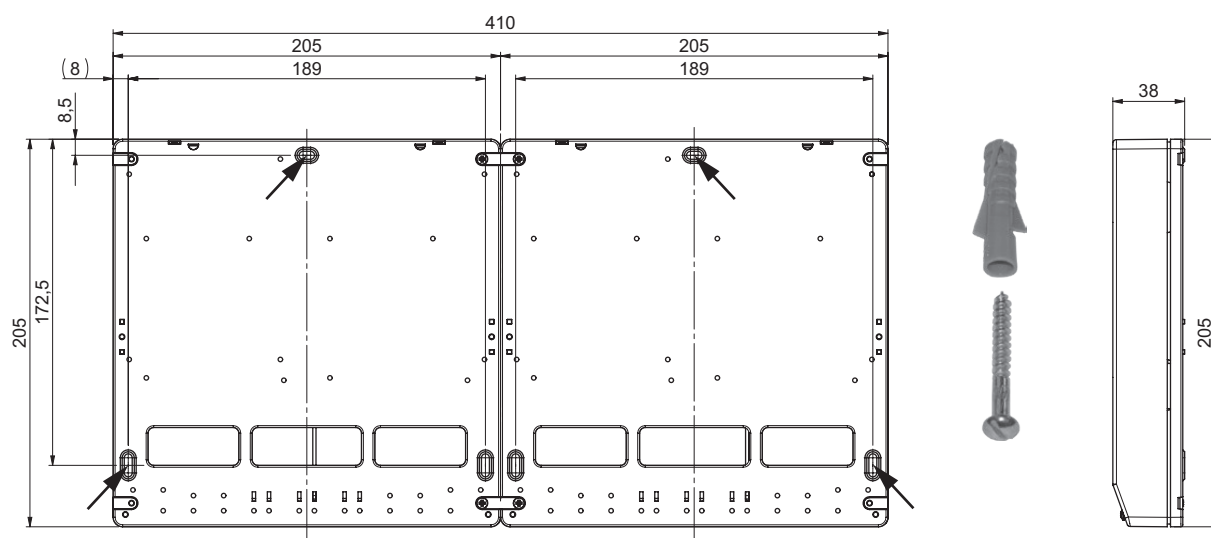

Fig. 60 Croquis coté - vue de l'arrière
- Percer les orifices de montage (\varnothing 6 mm) dans le mur conformément au croquis (Fig. 60).